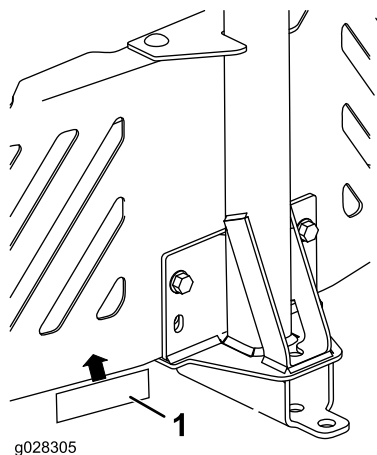

Figura 13
- Attaccate l'adesivo della barra di traino a 1,3 cm sulla sinistra del supporto dell'attrezzo (Figura 13).